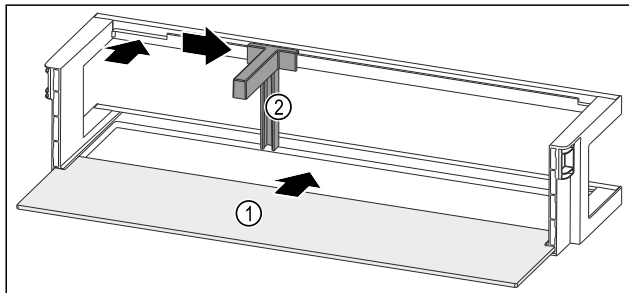

Fig. 101 Balconcino controporta con ripiano
- Inserire il ripiano Fig. 101 (1) negli incavi laterali.
- Inserire il portabottiglie Fig. 101 (2) nell'incavo.
- Far scorrere il portabottiglie Fig. 101 (2) lateralmente alla posizione desiderata.